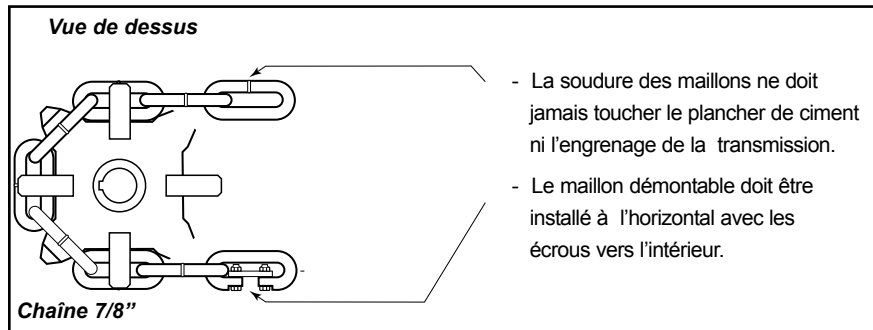

Fig. 2
5. S'assurer que les maillons démontables sont installés à l'horizontale avec les écrous vers l'intérieur pour tourner adéquatement dans les boîtes de coin et autour de l'engrenage (chaîne 7/8") – *fig. 2*;